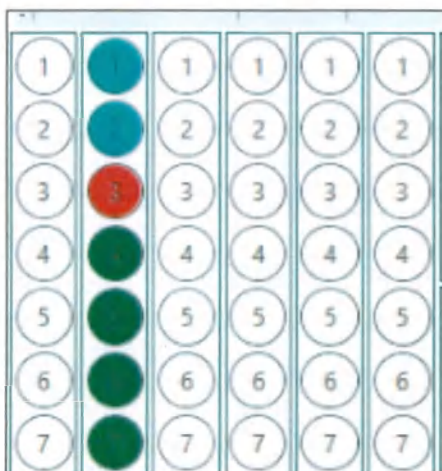

Рис. 40. Отображение образца, который не удалось перенести, на виртуальном рабочем столе.
6.5.7.3. Если в процессе переноса в лунки глубоколоночного планшета не удалось перенести какой-то из образцов, то он будет отмечен красным цветом на виртуальном рабочем столе (Рис. 40). При наведении курсора мыши на значок этого образца появится всплывающее окно с указанием штрихкода образца и причины, по которой не удалось его перенести. По окончании переноса всех образцов откроется информационное окно с указанием количества образцов, которые не удалось перенести п.7.4.